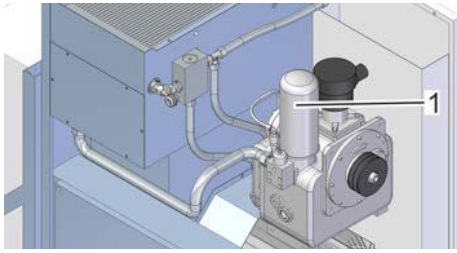

Рис. 42: Фильтр тонкой очистки
8. ➤ Вверните новый фильтр тонкой очистки (Рис. 42/1) до упора.
9. ➤ После этого вручную затяните новый фильтр тонкой очистки (Рис. 42/1) на пол-оборота.